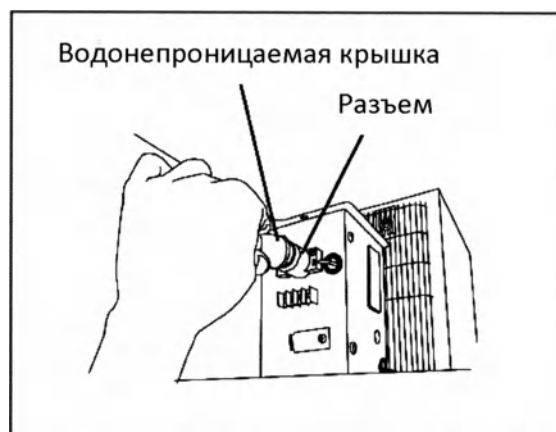

Рис. 2
5. Извлеките люминесцентную лампу и вставьте новую люминесцентную лампу в крышку лампы (Рис. 2).